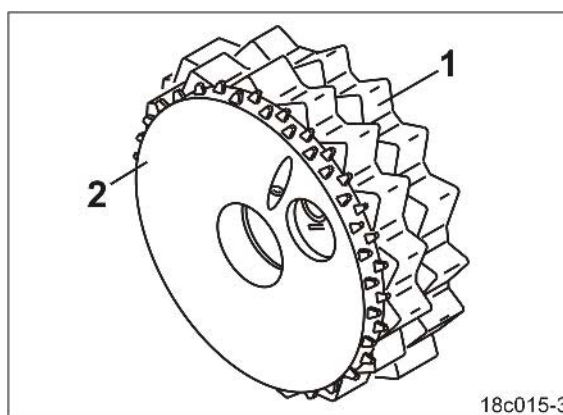

Рис. 51
- нормальной высевающей катушки (Рис. 51/1) и
- высевающей катушки для мелких семян (Рис. 51/2).